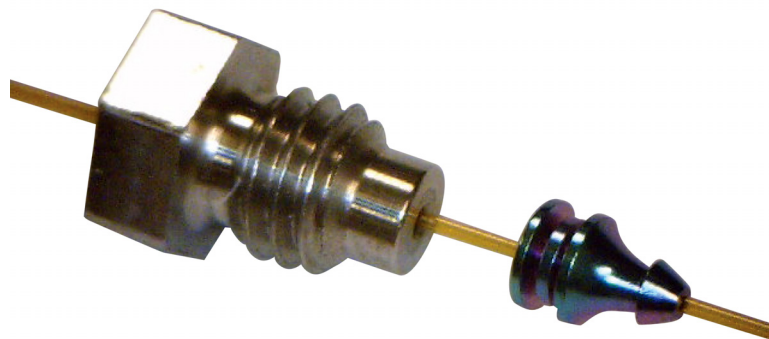

図 17. フェラルがカラムに固定された状態、およびカラムナット
- 7 1/4 インチ オープンエンドスパナを使用して、カラムナットをさらに 15～20 度時計回りに締めて、フェラルがカラムに適切に固定されるようにします。図 17 を参照してください。